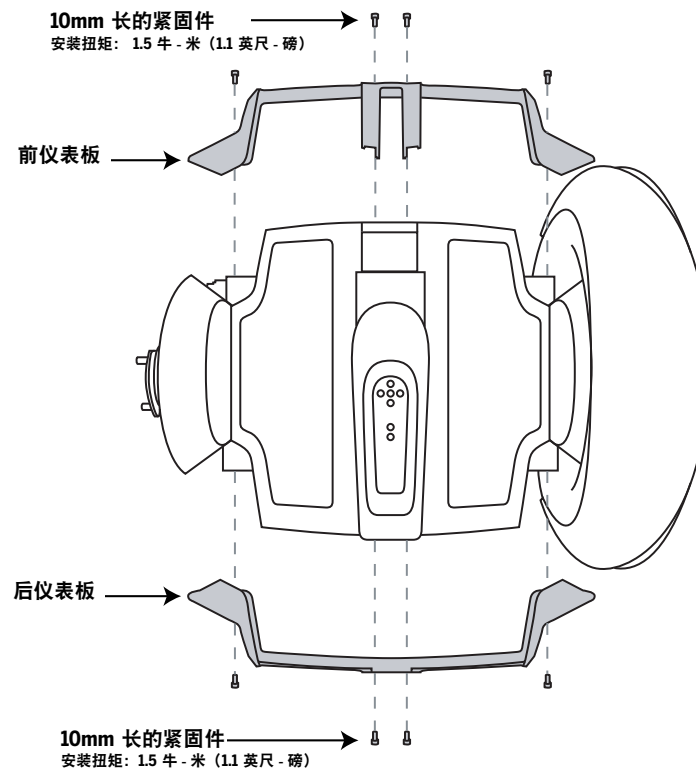

图 3. 拆卸或安装仪表板
7. 取下轮子和挡泥板，用 4mm 六角扳手从仪表板上卸下 4 个紧固件。请参见图 3。
9. 要重新装上仪表板，请将 4 个 10mm 长的紧固件（本套件随附）松松地拧入仪表板。使用 4mm 六角扳手拧紧到 1.5 牛·米（1.1 英尺·磅）。请参见图 3。